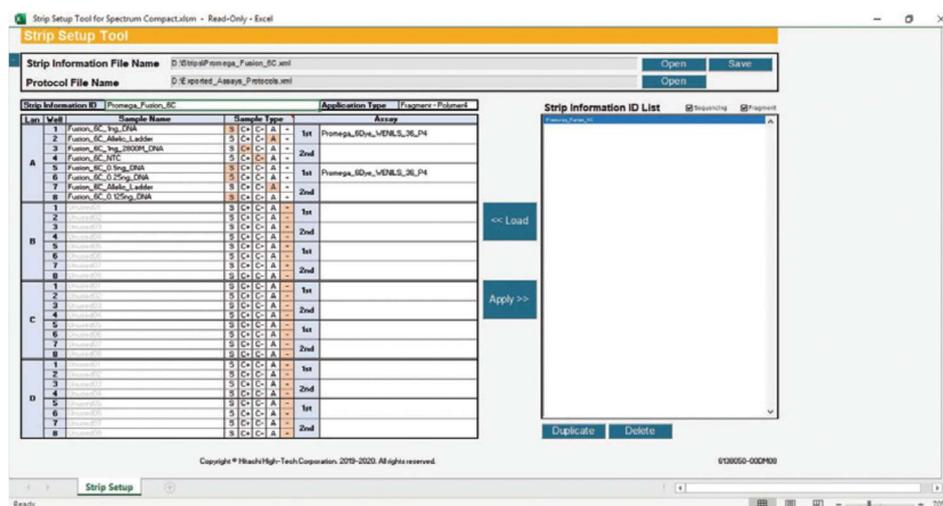

図 248 Strip Information File Name に新しい Strip が表示された Strip Setup Tool 画面
9. 新しい strip の名前と場所が、Strip Information File Name のセルに表示されます。（図 248）